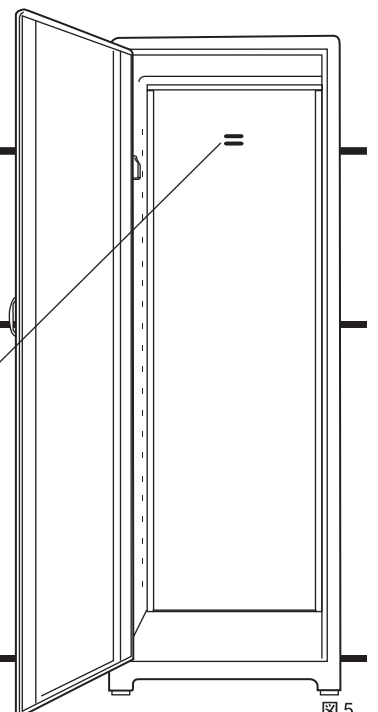

図 5
- 2 本体内側の壁固定用ネジ穴を使い、壁取付けネジで壁面へ固定します。(図 5)
- 1 本体内側の壁固定用ネジ穴を使い壁面へ固定して下さい。必ず梁等、下地がある場所をお選び下さい。(図 5)